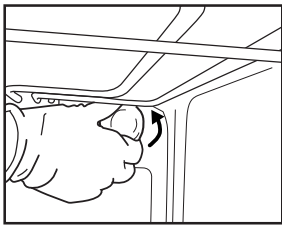
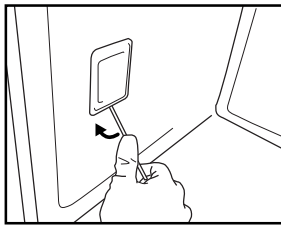

Abb. 6
Abb. 7
2. Schrauben Sie die Lampenabdeckung ab (Abb. 6). Wechseln Sie die Glühlampe aus (bezüglich des Typs siehe nachstehenden Hinweis) und schrauben Sie die Lampenabdeckung wieder auf (Abb. 7).
3. Hebeln Sie die Lampenabdeckung mit einem Schraubendreher ab (Abb. 7).